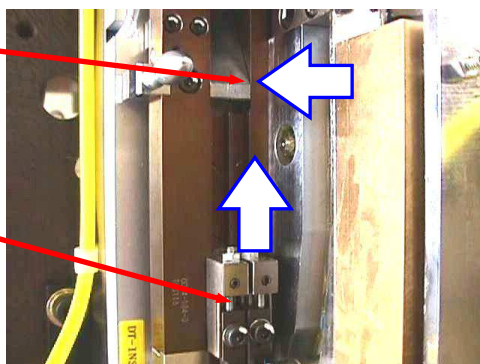

Fig 7-1-1
- ① プッシャーブロックを押した状態でインサーターアッセイを上へ抜いて下さい。 [Fig 7-1-1]